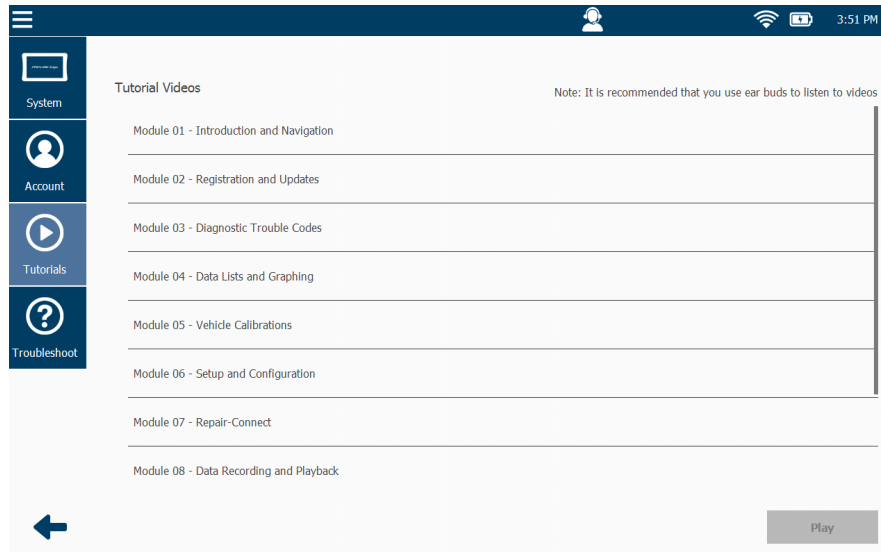

Figura 8.10 Pantalla Tutorial Videos
- 3 Toque la **flecha negra** para volver a la pantalla Tutorial Videos (Figura 8.10).